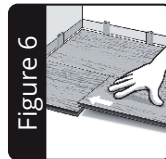

Figure 6
6. Rasten Sie das Paneel dann eng an der ersten Reihe (lange Seite) mit einem Einbringwinkel von 10-20 Grad ein. Das zweite Paneel verbinden Sie durch Einrasten an der langen Seite und anschließendes Schieben zur kurzen Seite des ersten Paneels. Üben Sie dann einfach einen leichten Druck aus. Siehe Abbildung 6. Verwenden Sie gegebenenfalls auch einen Schlagklotz und einen Gummihammer an den langen Seiten um sicherzustellen, dass die Paneele eng miteinander verbunden sind. Siehe Abbildung 7.